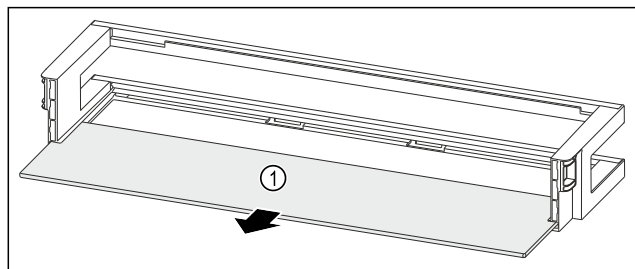

Fig. 276 Türabsteller mit Abstellfläche
- ▶ Abstellfläche Fig. 276 (1) entnehmen.